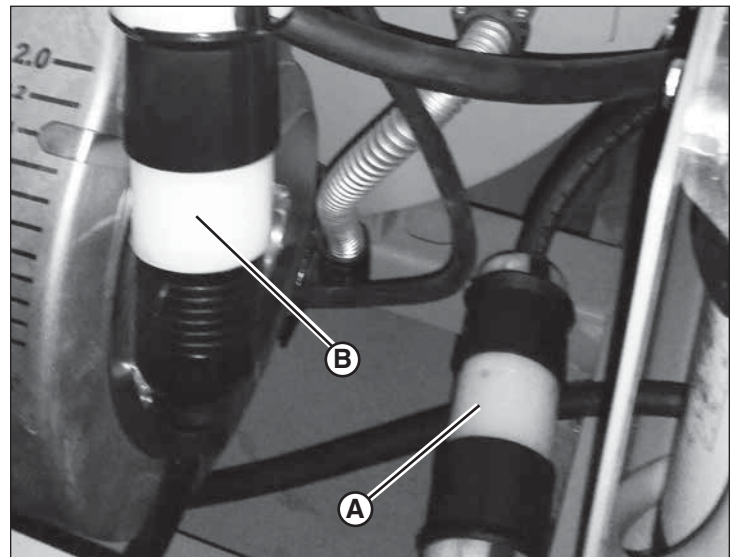

Figure 21
3. Repérer la connexion électrique près du plancher du compartiment de l'accès de contrôle de l'appareil (A, Figure 21). Débrancher la connexion.
*REMARQUE : Utiliser le connecteur indiqué (A). Ne pas utiliser le connecteur branché directement dans la boîte d'alimentation de l'appareil de chauffage (B).*